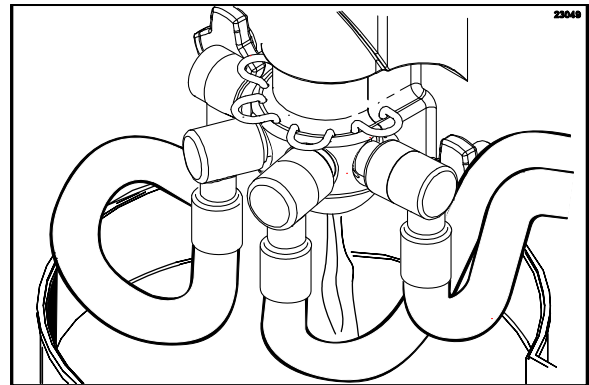

Abbildung 98
6. Den Produktvorrat vollständig aus dem Gefrierzylinder und dem Vorratsbecken abzapfen. (Siehe Abbildung 98.)